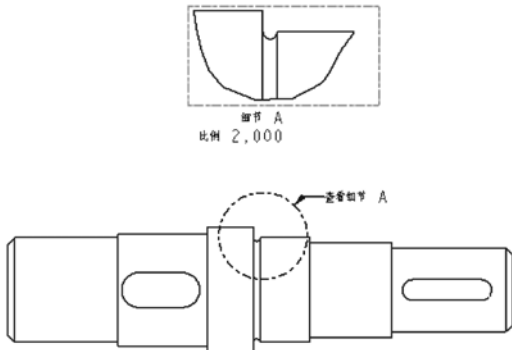

图 12-25 选择要放置详细视图的位置
⑤ 单击鼠标中键完成样条的定义。此时，样条显示为一个圆和一个详图视图名称的注解。
⑥ 在图样页面中选择要放置详细视图的位置。详细视图显示样条范围内的父视图区域，并标注上详细视图的名称和缩放比例，如图 12-25 所示。